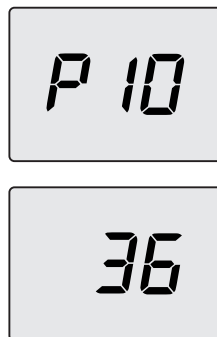

Figura 5.30
- Scorrere i vari parametri utilizzando i tasti 13 o 14 fino a far apparire sul display LCD le lettere **P10** che si alternano con il valore del parametro, indicanti l'entrata nel "parametro 10" (Figura 5.30).
- Premendo contemporaneamente i tasti 12 e 13 (Figura 5.28) si esce senza modificare il valore (ritorno alla lista parametri Figura 5.30)